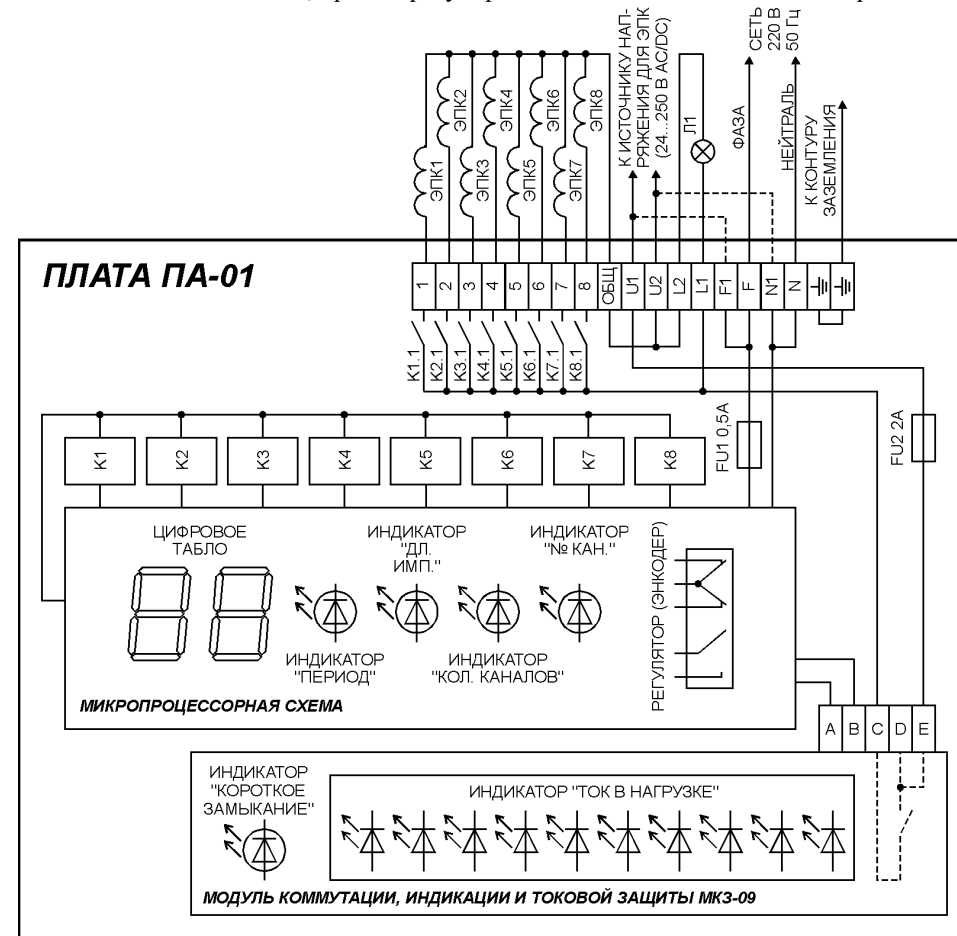

Рис. 2. Схема подключения и органы управления платы ПА-01
Схема подключения, органы регулировки и индикации показаны на рис. 2.
7.2. Управляющие провода ЭПК подключаются к клеммам 1 - 8 (при количестве каналов – 8). Если число рукавов фильтра-циклона меньше 8, то для подключения ЭПК необходимо использовать соответствующее количество клемм платы, начиная с клеммы 1 (см. рис. 2).
7.4. К клеммам «U1» и «U2» при необходимости подключается внешний источник питания для ЭПК. Выходное напряжение источника должно на 6...7 В превышать номинальное рабочее напряжение применённых ЭПК и находиться в диапазоне от 24 до 250 В постоянного или переменного тока. Клемма «U2» внутри платы соединена с общим проводом всех ЭПК, поэтому при использовании ЭПК постоянного тока необходимо соблюдать требуемую для них полярность. Если катушки ЭПК рассчитаны на напряжение промышленной сети переменного тока (187 – 242 В, 49 – 51 Гц), то дополнительный источник питания не нужен: в этом случае внешними перемычками клемма «U1» соединяется с клеммой «F1», а клемма «U2» - с клеммой «N1». Эти соединения показаны на рис. 2 пунктирными линиями.